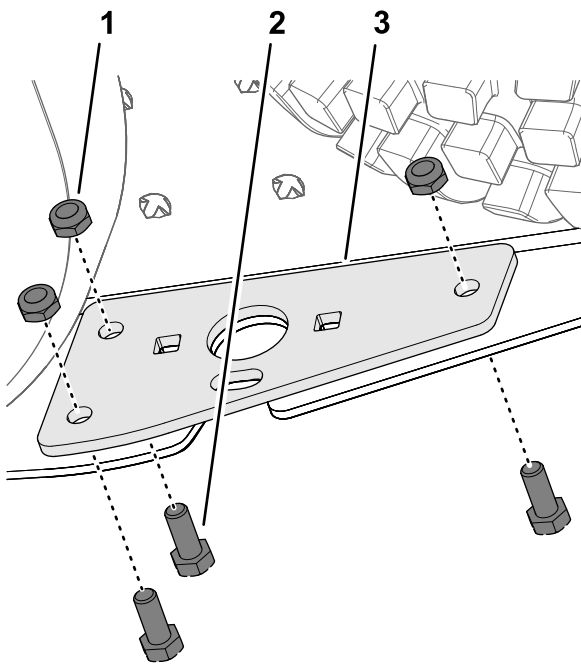

図 9
6. フットレストにピボットブラケットを組み付ける図9六角ヘッドボルト5/16 x 3/4"3本、ロックナット5/16"3個を使用する。